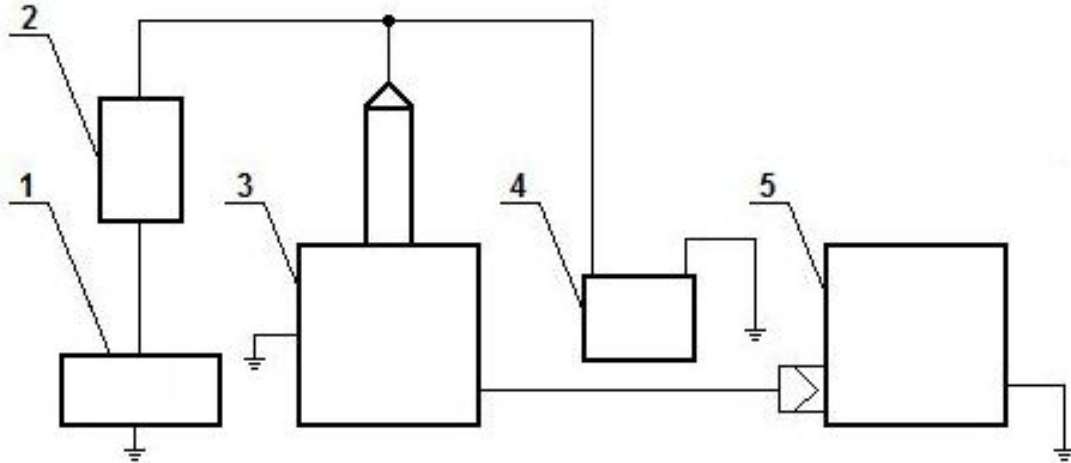

Рисунок 3 Схема соединения приборов при определении приведенной погрешности измерения силы выпрямленного тока, где:
5.3.3.1 Собрать схему, приведенную на рис. 3. Работы по сборке схемы производить при подведенной к выводу высоковольтного блока заземляющей штанге.